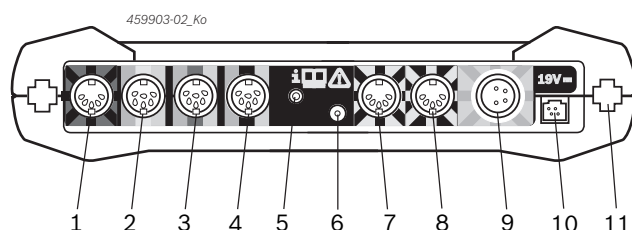

Fig. 2: Réglette de raccordement FSA 500 (vue de dessous)
Raccordement, voir Fig. 2, Pos. 6.
5. Raccorder les capteurs aux emplacements prévus sur l'unité de mesure (voir fig. 2).